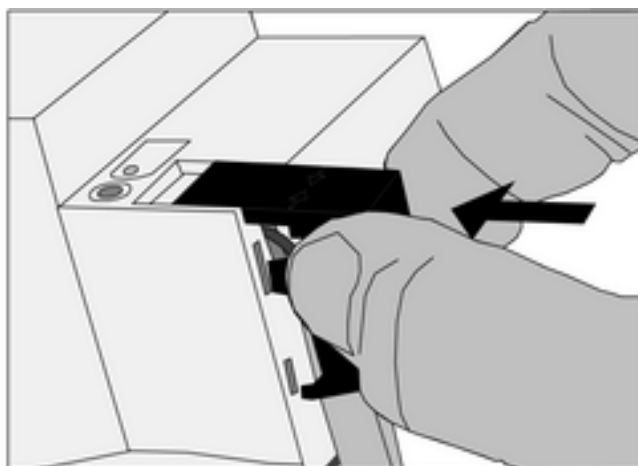

Рисунок 6: Установка защитной крышки
- Вставить защитную крышку поверх клеммы шины и зафиксировать со щелчком (рисунок 6).